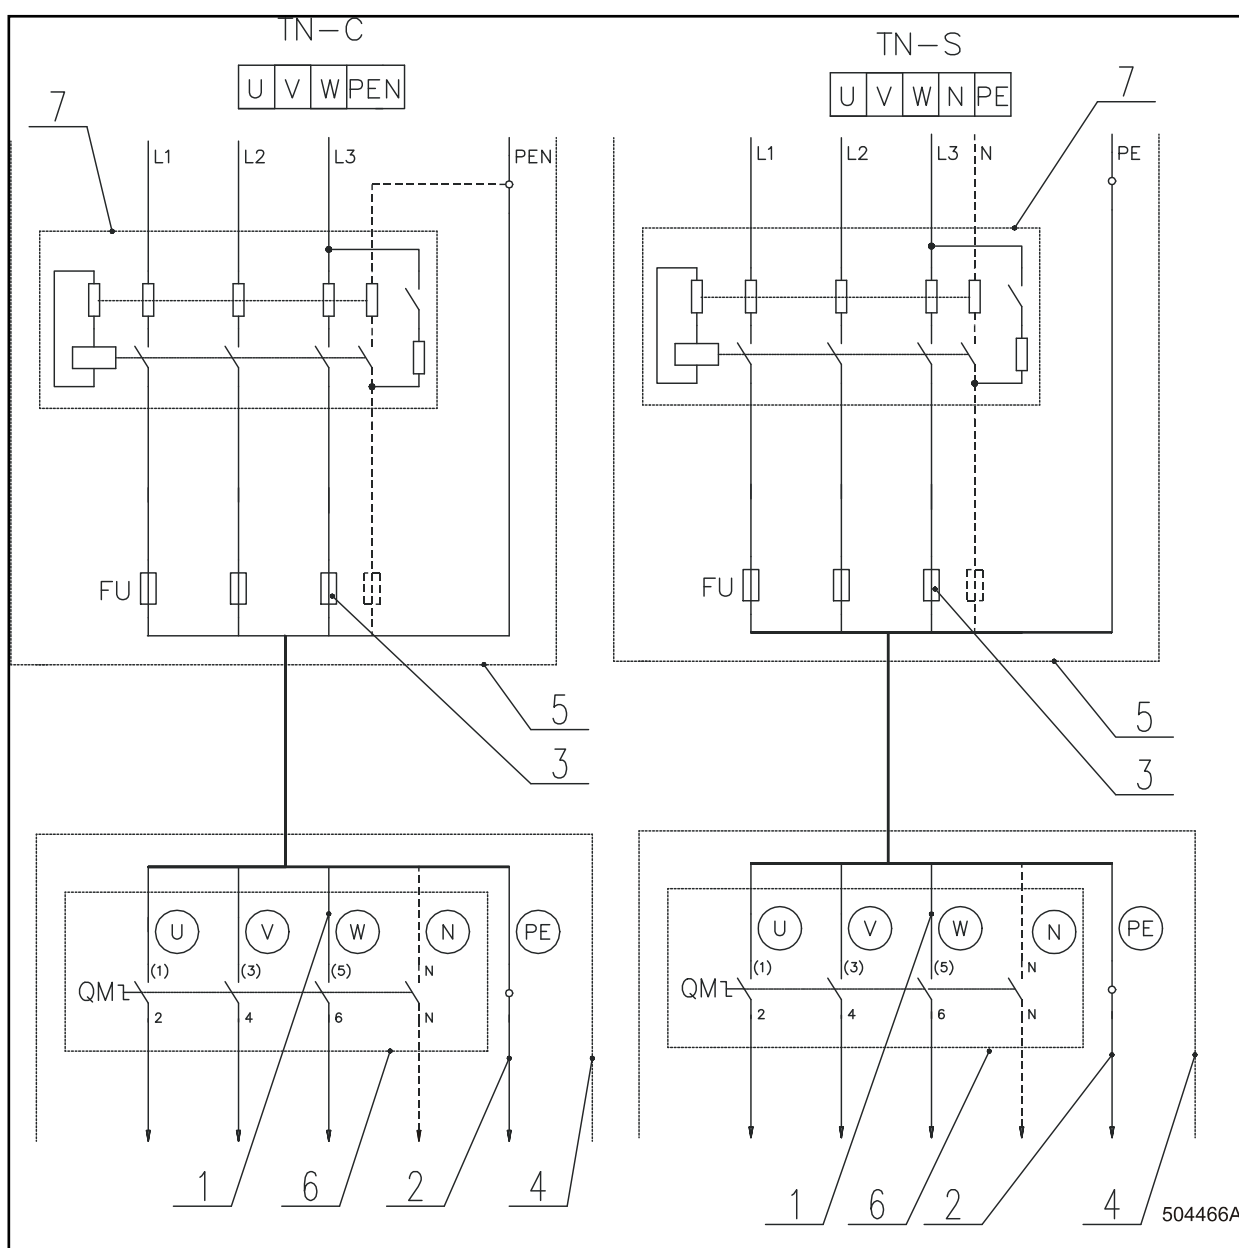

figura 3.6.B.
- Los contactos principales del protector tienen que corresponder a la potencia indicada de la máquina. La forma de la conexión del protector de corriente y la conexión de la máquina con tal red eléctrica se indica en la figura 3.6.B.
- Figura 3.6.B. – conexión de la máquina con la red eléctrica TN-C y TN-S con el disyuntor por corriente diferencial.